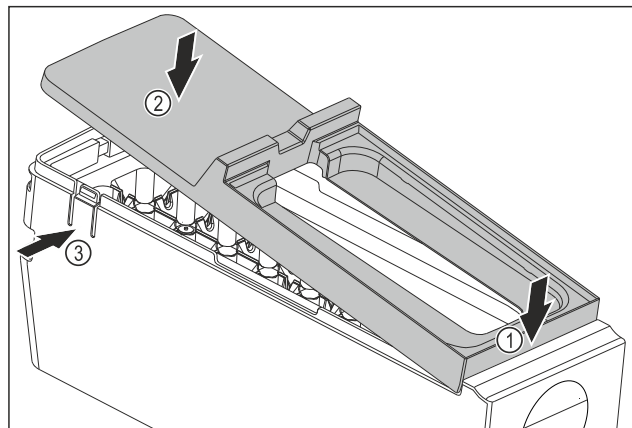

Fig. 186
- ▶ Монтаж на капака на корпуса на EasyTwist-Ice: Поставете капака отпред. Fig. 186 (1)
- ▶ Спуснете капака отзад. Fig. 186 (2)
- ▷ Капакът се фиксира с щракване в двете езичета Fig. 186 (3).